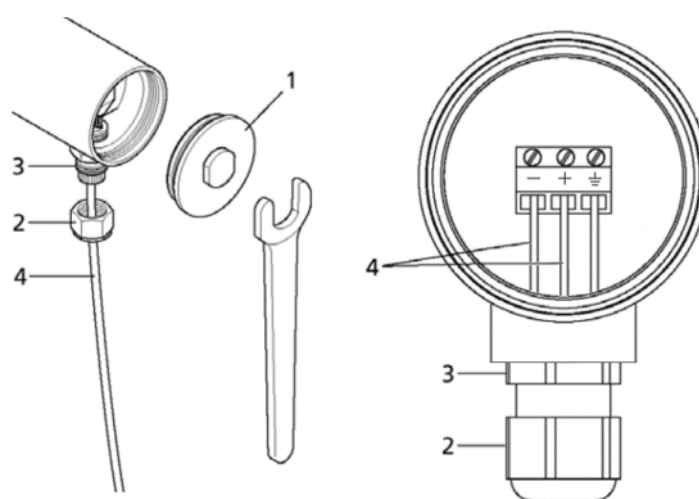

Рисунок 4. Схема подключения
В первую очередь следует убедиться, что подключаемая электрическая цепь обесточена. При помощи гаечного ключа необходимо открутить крышку (рис. 4 поз. 1). Затем открутить крышку (2) кабельного ввода (3). Продеть кабель (4) в кабельный ввод и присоединить разделанные жилы кабеля к электрическому клеммнику, соблюдая полярность. Прочно зафиксировать кабель в кабельном вводе при помощи крышки (2). Плотно закрутить крышку (1).